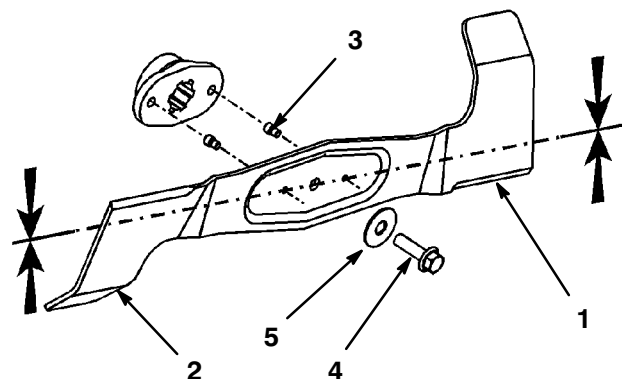

Figure 37
2. Inspecter les arêtes de coupe (Fig. 37). Si elles ne sont pas tranchantes ou si elles présentent des traces de coups, déposer les lames et les aiguiser, voir Aiguisage des lames, page 41.
3. Inspecter les lames, surtout au niveau du pli (Fig. 37). Remplacer immédiatement la lame si elle est usée ou abîmée dans cette zone.
4. Si les goupilles de cisaillement sont cassées, les remplacer immédiatement (Fig. 37).
3. Enlever le boulon, la rondelle et la lame (Fig. 37). Pour enlever le boulon, caler éventuellement la lame en introduisant une cale en bois entre la lame et la tondeuse.
1. Monter les lames avec une rondelle et un boulon de lame (Fig. 37).